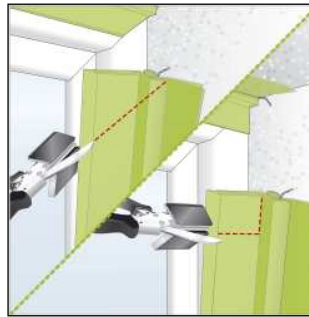

Bild1: Zuschneiden der Leiste. Abwinkeln der Leiste um 90°. Eckverbindung zuschneiden.
- Die Eckverbindung zuschneiden (Bild 1).
Die Leisten werden je nach örtlichen Gegebenheiten stumpf oder auf Gehrung gestoßen. Dazu wird entweder der Schenkel einer Leiste mit der illbruck Leistenschere ausgeklinkt oder die Leisten enden auf Gehrung geschnitten (Bild 1). Der Steg mit dem Fugen-Dichtungsband muss erhalten bleiben. Die Schnittkante (ohne die Weich-PVC-Lippe) ist mit geeignetem Dichtstoff FA115 FD-plast R Reinraum Silikon zu versiegeln.